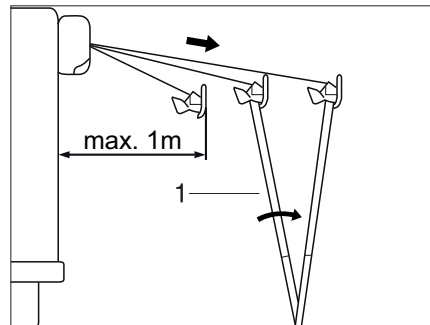

Fig. 37 Mettre en place le store extérieur
- Déployer les pieds d'appui (Fig. 37,1) et les poser sur le sol.